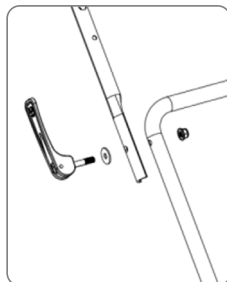

Abb. 2
2. Montieren Sie den oberen Lenker auf den unteren Lenker. Führen Sie den Schnellverschlussbolzen durch die flache Ø8 Unterlegscheibe, verbinden Sie dann den oberen und unteren Lenker miteinander und ziehen Sie sie mit einer M8 Mutter bis zu einem bestimmten Grad fest (Abb. 2).